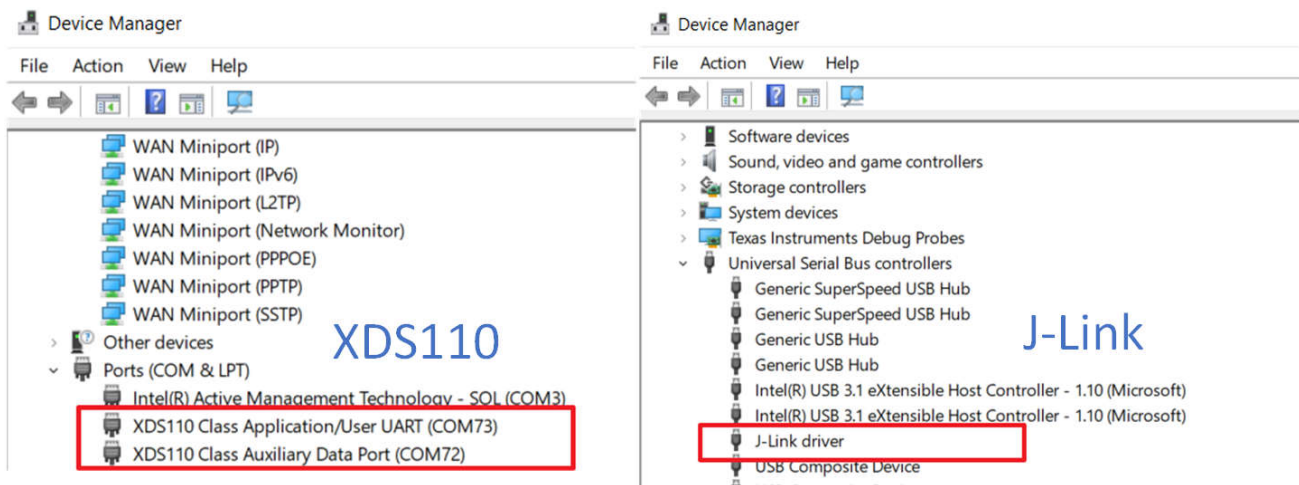

图 7-2. 设备管理器视图
2. 插入调试器，并检查计算机是否找到调试器。如果调试器未如图 7-2 所示，请检查计算机限制。